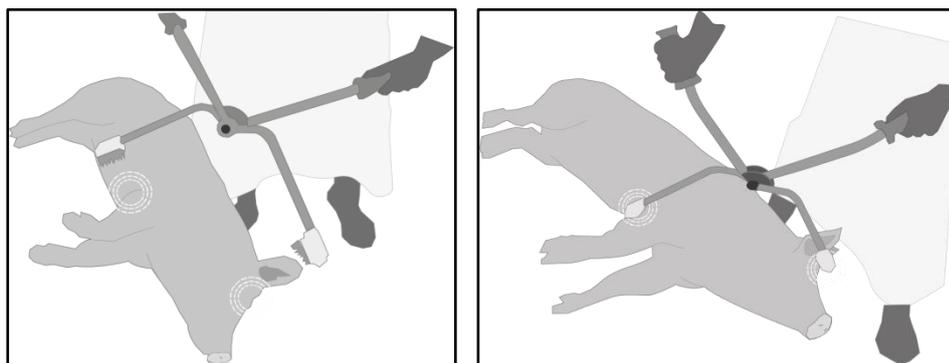

Fig. 6-4 - Posizioni ideali d'applicazione degli elettrodi
2. Applicare immediatamente gli elettrodi della pinza di stordimento al cuore e alla base dell'orecchio del capo dell'animale in orizzontale (vedere indicazioni Fig. 6-4):